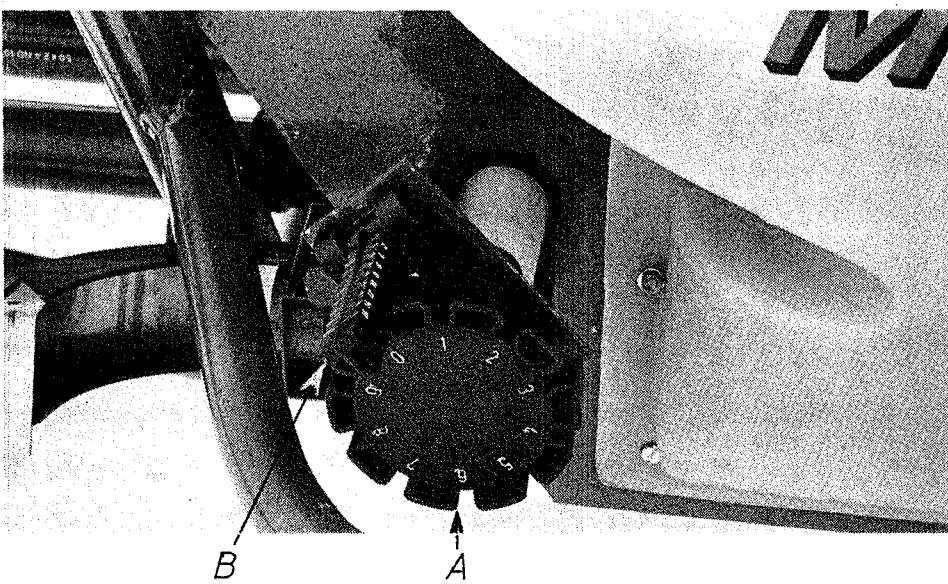

Fig 4
Från såtabellen utläses det inställningsvärdet som motsvarar den valda körhastigheten och den önskade givans storlek. Dethär inställningsvärdet ställs in med rattarna (A bild 4) bak på maskinen. Det är att observera att skalan på rattarnas låsklaff B ger inställningsvärdets heltal medan siffrorna på rattlecket ger inställningsvärdet i decimaler.
- Innan spridningen påbörjas kontrollera att reglerrattens låsklaff är i låst läge (B bild 4). Kontrollera också att fjärrreglagekabeln är inställt så att klokopplingen drar när fjärrreglagets spak är i sitt bakersta läge och att spaken är i mellanläge när vänstra matningsmekanismen är fri och högra sidan drar.